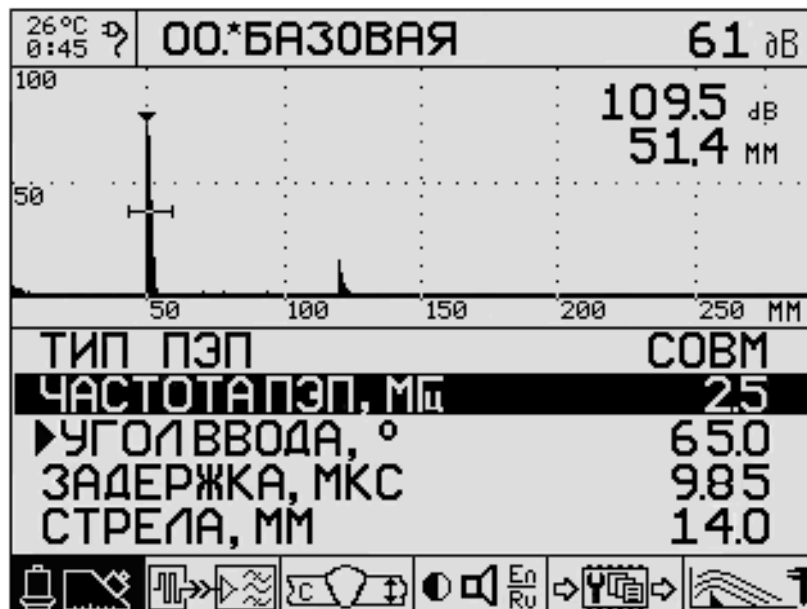

Рисунок 5.12
5.5.16 Нажмите  **MENU** для входа в режим настройки. В верхнем правом угле будут отображаться (сверху вниз) значения усиления в дБ, амплитуды импульса в дБ и пути по лучу в мм (Рисунок 5.12).
5.8.3 Кнопками **RANGE** выберите пиктограмму  «параметры ОК и вспомогательные настройки». Кнопками **LEVEL** выберите «СКОРОСТЬ, М/С». Кнопками **PARAM** измените скорость, чтобы расстояние по лучу (отображается в верхнем правом углу, третьим числом сверху, аналогично Рисунок 5.12) было равно r . При этом ПЭП должен оставаться в месте получения максимального сигнала от отверстия согласно п.5.7.13.